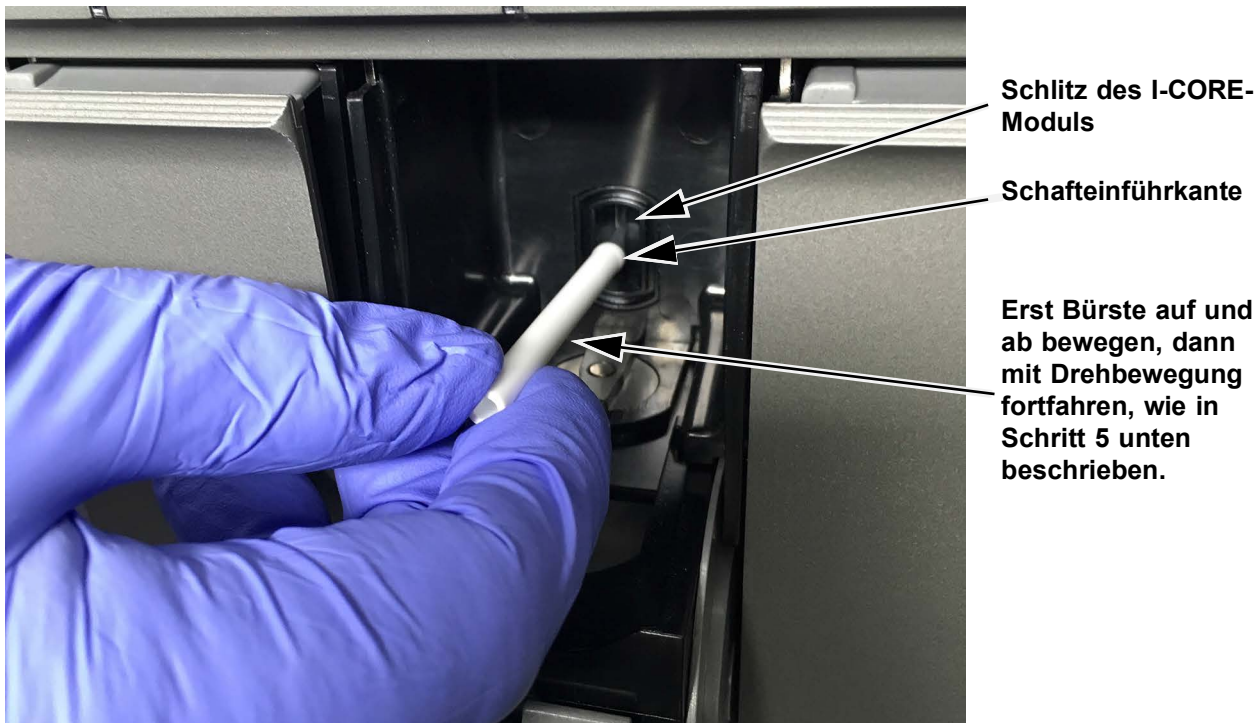

Abbildung 9-7. Einführen der Reinigungsbürste in den Schlitz des I-CORE-Moduls
- Nachdem Sie die Einweghandschuhe angezogen haben, führen Sie die Bürste leicht schräg bis zur Schafteneinführkante in den Schlitz des I-CORE-Moduls ein (siehe Abbildung 9-7).